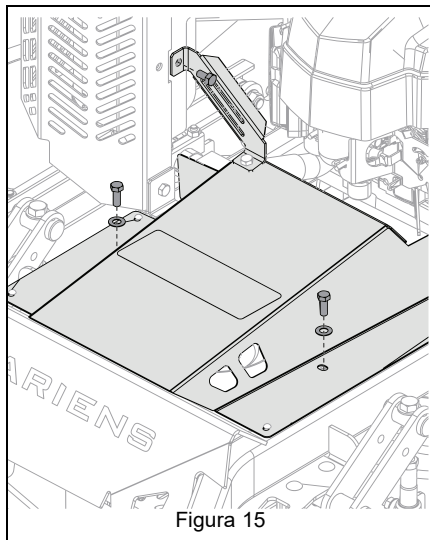

Figura 15
5. Allentare i due bulloni di montaggio del pannello di accesso alla cinghia e un bullone di montaggio della staffa della marmitta di scarico. Aprire il pannello di accesso alla cinghia come necessario. Vedere Figura 15.